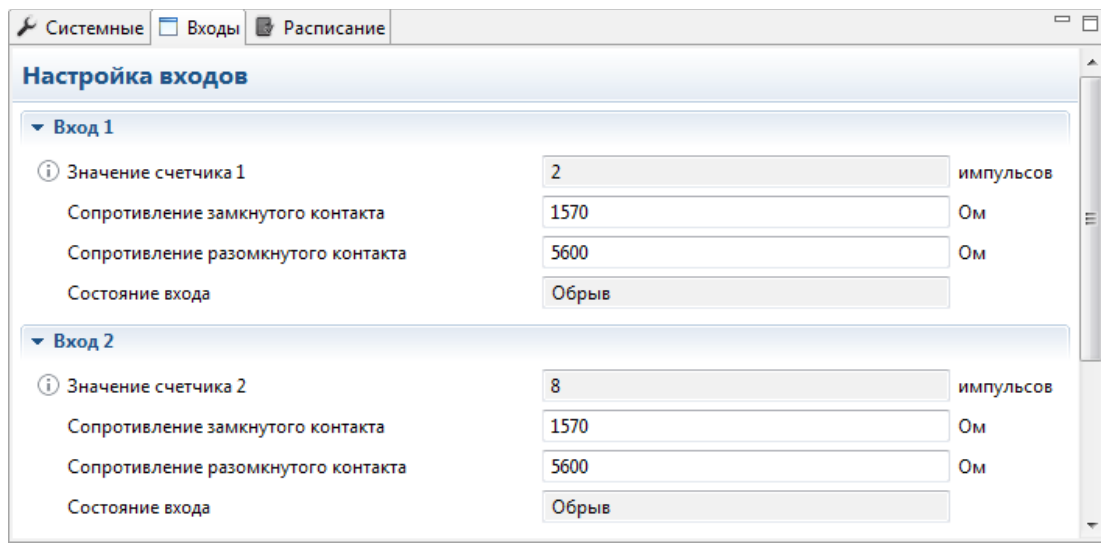

Рис.20. RTU Configuration Tool. Настройка входов.
- **Входы.** На вкладке можно произвести настройку параметров для каждого из четырёх независимых импульсных входов. Параметры их срабатывания указываются в соответствии со значениями в Таблице 6. На Рис.20 показаны настройки для входов по умолчанию.